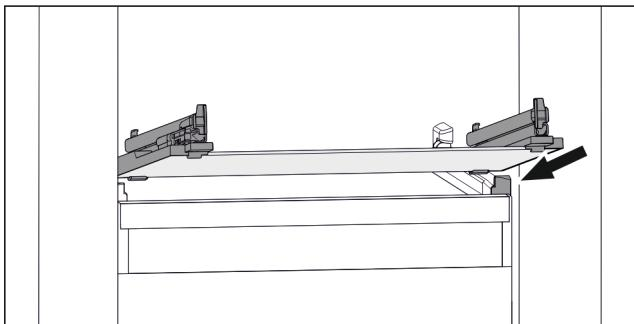

Fig. 132 Примерно изображение на стъклена плоча
- Поставете стъклена плоча под ъгъл зад ограничителите. (виж Fig. 132)